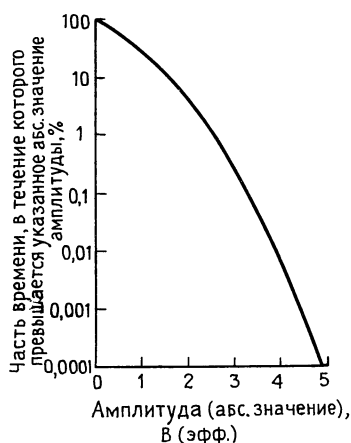

Рис. 7.66. Относительная наблюдаемость амплитуд в гауссовском шуме.
4. Частоты появления амплитуд в гауссовском шуме. Рис. 7.66 показывает долю времени, когда данный уровень амплитуды превышает гауссовским шумом (мгновенным значением), имеющим эффективное значение 1 В.